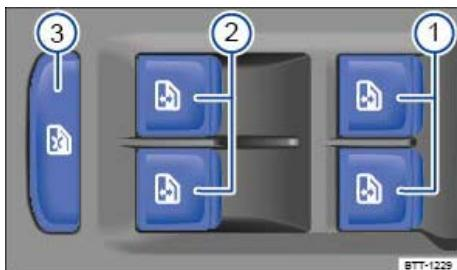

Abb. 53 In der Fahrertür: Tasten für die Fensterheber.
Legende zu ⇒ **Abb. 53** :
Sicherheitstaste \Rightarrow Abb. 53(3) deaktiviert die Fensterhebertasten in den hinteren Türen. Dabei leuchtet die gelbe Kontrollleuchte in der Taste.